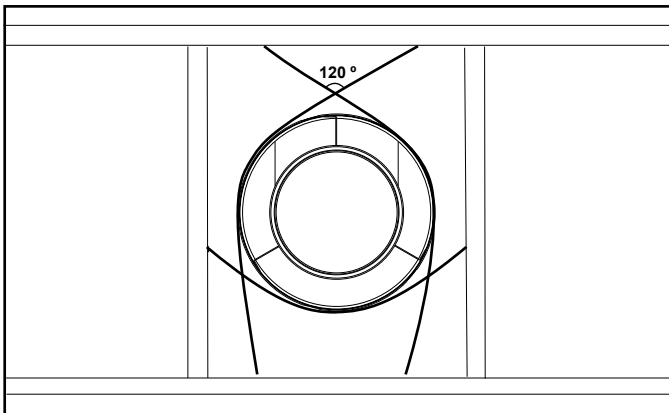

Figure 7.8 Fixation des sections verticales du conduit
- Des supports de conduit ou des bandes de suspension (espacés de 120°) peuvent être utilisés à cette fin. Voir les Figures 7.8 et 7.9.